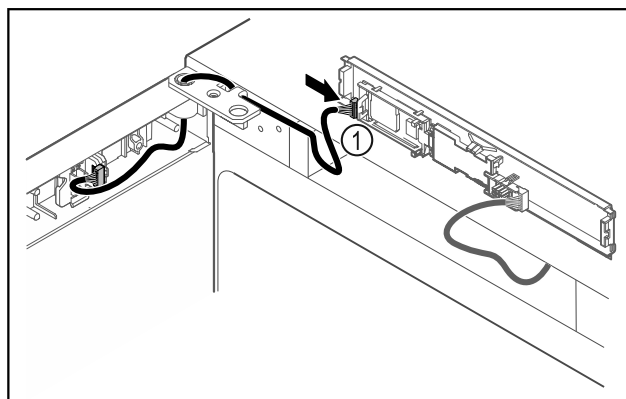

Fig. 50
- ▶ Piespraudiet spraudni Fig. 50 (1) pie shēmas plates.